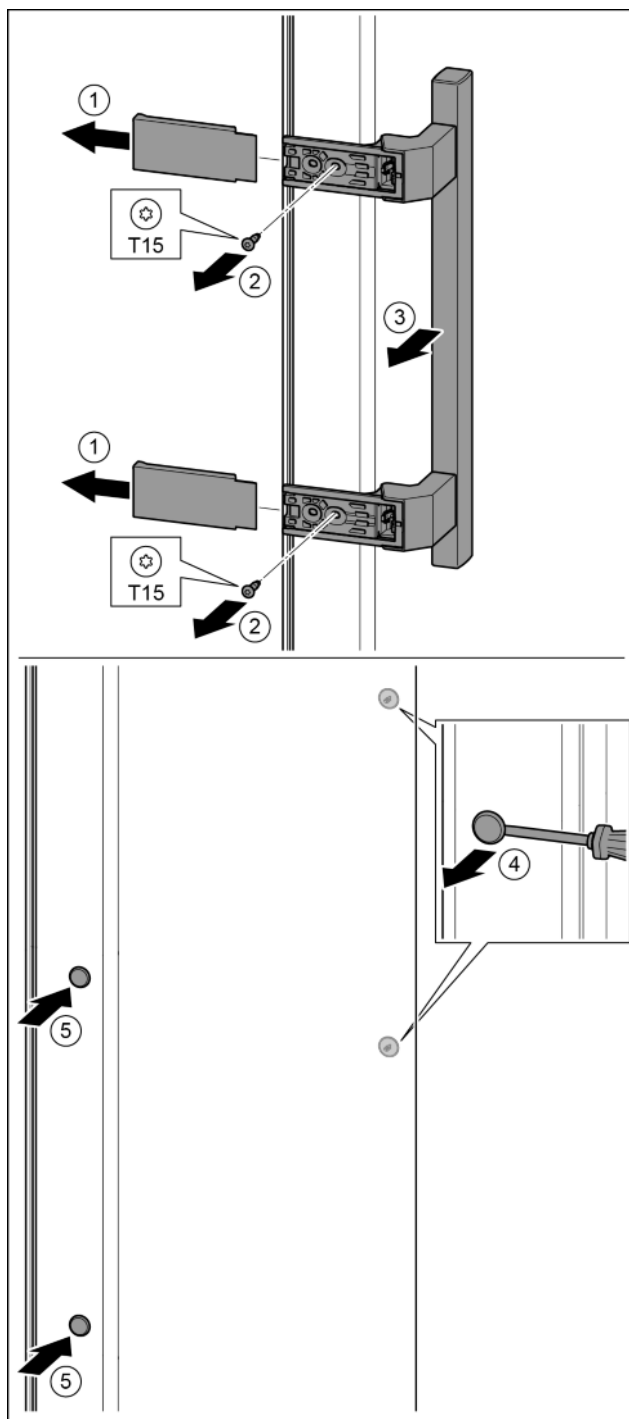

Fig. 19
- ▶ Stáhněte kryt. Fig. 19 (1)
- ▶ Šroubovákem T15 vyšroubujte šrouby. Fig. 19 (2)
- ▶ Sejměte madlo. Fig. 19 (3)
- ▶ Postranní zátku opatrně plochým šroubovákem nadzvedněte a vytáhněte. Fig. 19 (4)
- ▶ Zátku opět vložte na druhou straně. Fig. 19 (5)